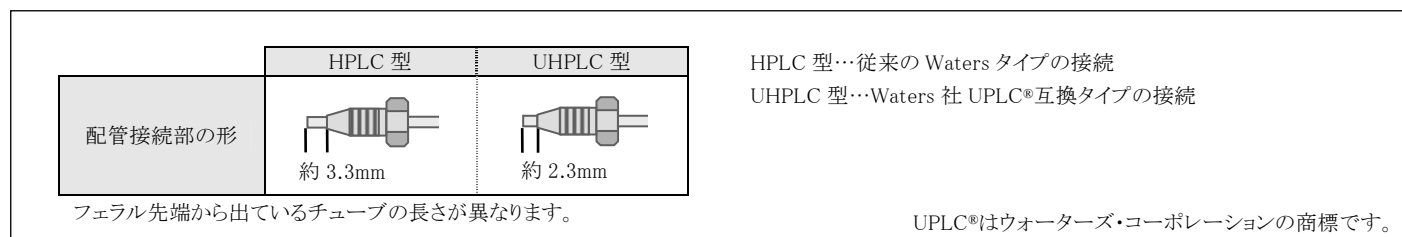

図1、HPLC型およびUHPLC型の配管接続部の形状比較
- (1) カラムに大きな衝撃を与えないでください。
- (2) コスモシールカラムの接続タイプは、従来のWatersタイプ (HPLC型接続) です。Waters UPLC®カラムと同タイプの接続 (UHPLC型接続) の装置をお使いの場合は、適合するフィッティングもしくはPEEK製フィッティングを使用してコスモシールカラムを接続してください。適合しないフィッティングにカラムを無理に接続すると、フィッティングがカラムエンドから外れなくなることがあります。【図1参照】